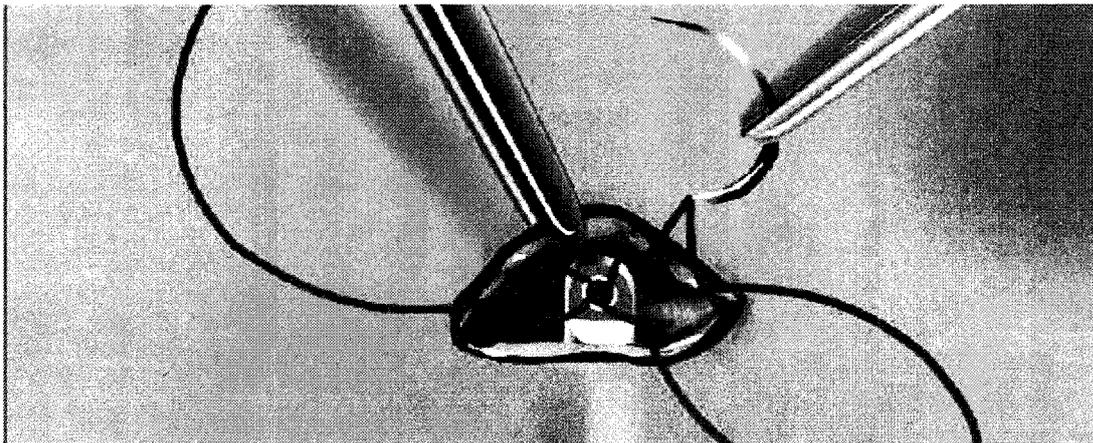

Figura 15: Anclaje de la punta distal del electrodo
12. En la incisión superior, fije el orificio de anclaje a la fascia con las suturas colocadas previamente del paso 6 (Figura 15).